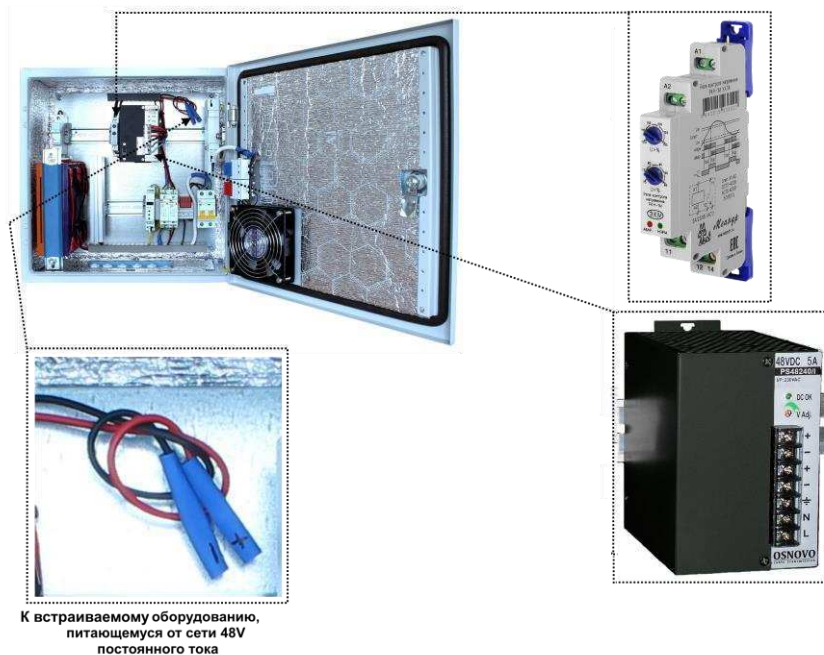

Рис. 31 Точка подключения оборудования к 48V для моделей уличных станций с установленным БП и резервным питанием на примере модели OS-44HB2
Для всех моделей уличных станций с системой резервного питания (OS-34TB1, OS-44TB1, OS-44HB2, OS-44VB1) и установленным БП, точкой подключения оборудования, питающегося от 48V постоянного тока является плюсовой выход (14) с реле контроля напряжения и минусовой выход (V-) с блока питания. Данная точка 48V постоянного тока уже выведена отдельными проводами и готова к подключению (рис. 31)